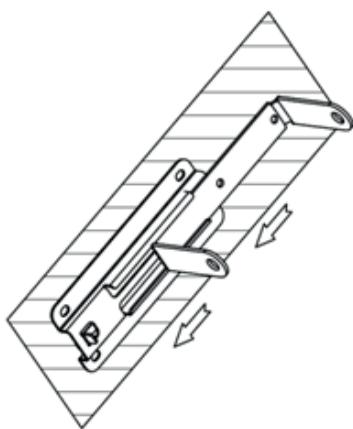

Fig. 4
5. Glissez l'enrouleur dans le support mural, et fixez-le avec la vis 6 x 12 mm (fig. 4).